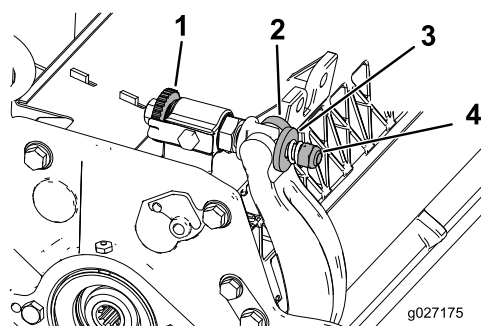

Рисунок 29
1. Поверните регулировочные винты планки неподвижного ножа против часовой стрелки, чтобы отодвинуть неподвижный нож от барабана (Рисунок 29).
2. Ослабьте гайку натяжения пружины так, чтобы шайба не нажимала на планку неподвижного ножа (Рисунок 29).